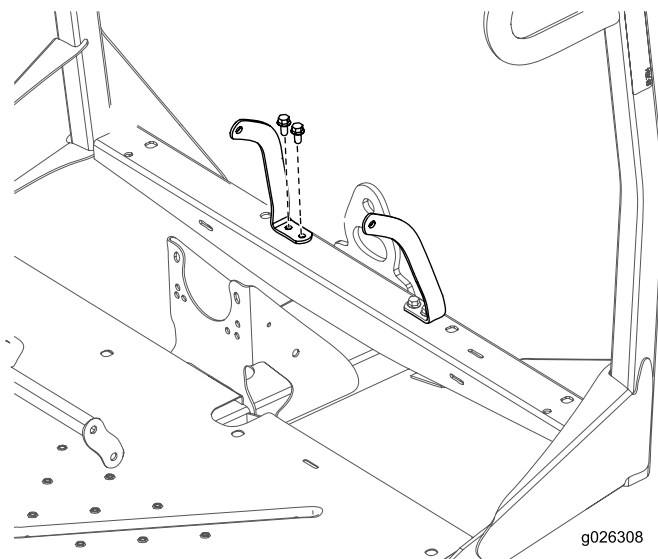

Рисунок 9
4. Прикрепите левый и правый крепежный кронштейн ремня безопасности к передней раме с помощью 4 болтов (3/8 дюйма) и 4 гаек (3/8 дюйма) (Рисунок 9).